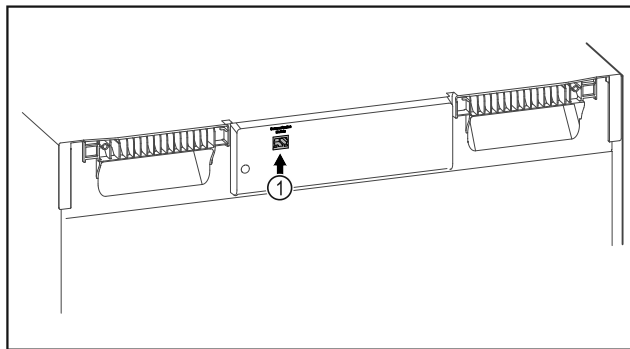

Fig. 106
- ☐ SmartModule Fig. 106 (1) установлен.